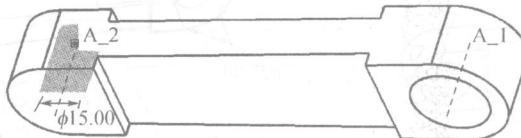

图 7-16
② 点击粘贴按钮 → 按住右键选择【Secondary References Collector(第二参照收集器)】→ 点选 A_2 轴作为定位轴 → 修改直径为“15.00”，如图 7-16 所示。